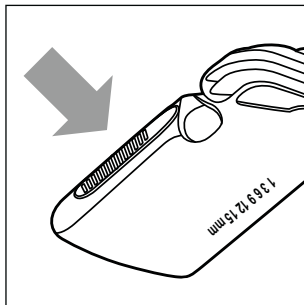

Fig. 5
- ▶ Appuyez sur le bouton lorsque vous faites glisser le sabot **10/11** vers le haut ou vers le bas (voir fig. 5). Le sabot **10/11** se détache et bouge ainsi plus facilement de l'encliquetage.
- ▶ Appuyez sur le dessus du bouton lorsque vous faites glisser le sabot **10/11** vers le haut ou vers le bas (voir fig. 5). Le sabot **10/11** se détache et bouge ainsi plus facilement de l'encliquetage.